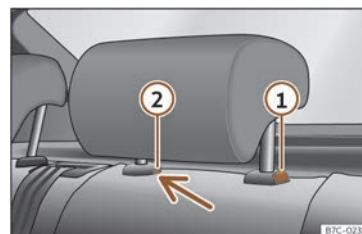

Fig. 111 Reposacaps del darrere: desmuntatge.
- Premeu la tecla»» fig. 111 ① i, prement alhora per l'orifici del fiador ② amb un tornavís pla de màxim 5 mm d'amplada, traieu el reposacaps.